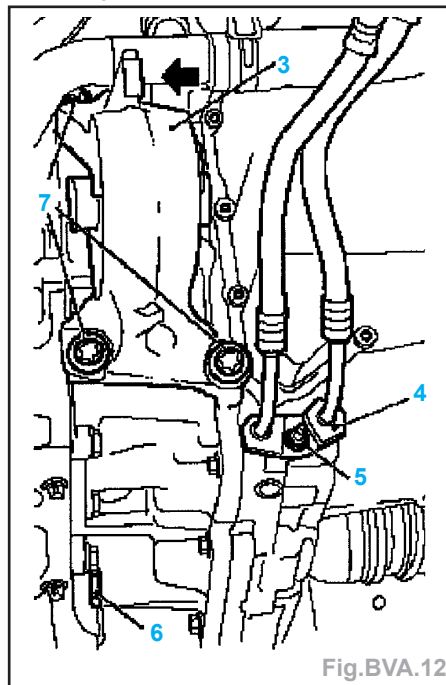

Fig. BVA.12
- Vidanger l'huile de boîte de vitesses (vis (6)) (Fig. BVA.12).